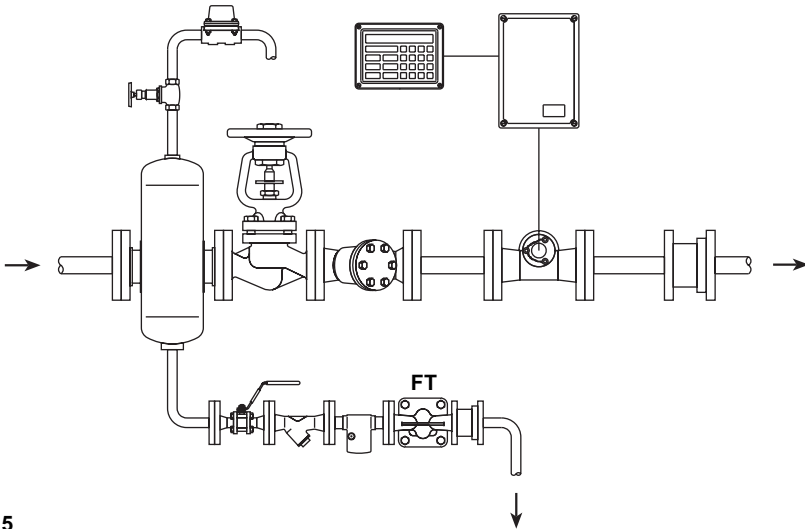

Fig. 5
- 3.5** El purgador debe montarse por debajo de la salida del sistema de vapor, precedido de un codo, de aproximadamente 150 mm (6"). Ver Fig. 5. Si no se puede colocar un codo, existe la posibilidad (en condiciones de poca carga) de que el vapor fluya por encima del condensado en el fondo de la tubería y alcance al purgador.